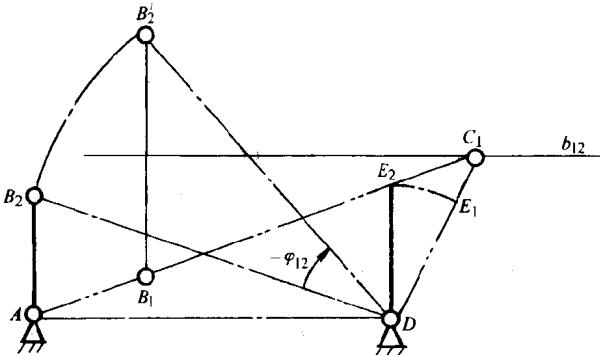

图 10
1. 解 本题需求连杆和另一连架杆 CD 的长, 关键是求连杆与 CD 的交接点 C 。以第一位置为参考位置, 如图 10 所示, 连线段 DB_2 并将其绕 D 点转 $-\varphi_{12}$ 得到 B'_2 点, 作 $\overline{B_1 B_2}$ 的垂直平分线 b_{12} 与 AB_1 的延长线的交点 C_1 即为连杆与摇杆在第一位置的铰接点 C_1 。设长度比例尺为 μ_l , 则连杆和曲柄的长